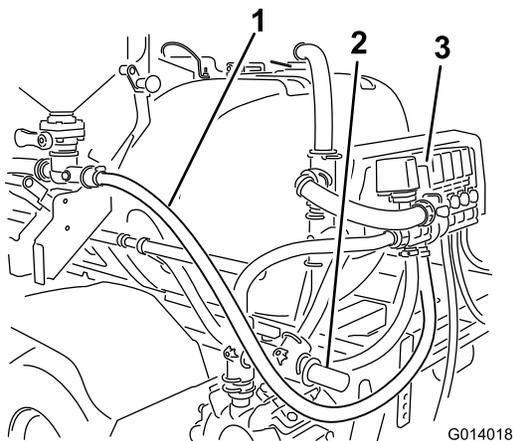

Figure 27
1. Dirigez l'extrémité ouverte du flexible d'alimentation vers l'arrière. Le flexible passe la pompe et tourne vers l'ensemble vannes sous le clapet de décharge (Figure 27).
2. En restant sous le flexible d'agitation mais au-dessus du support gauche de la rampe centrale, faites remonter le flexible vers la vanne d'éjection (Figure 27).